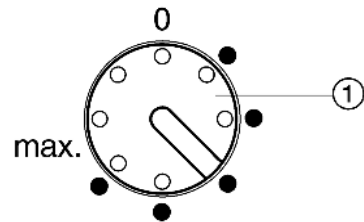

Fig. 2
- ▶ Temperaturregler *Fig. 2 (1)* mit einer Münze nach rechts drehen.